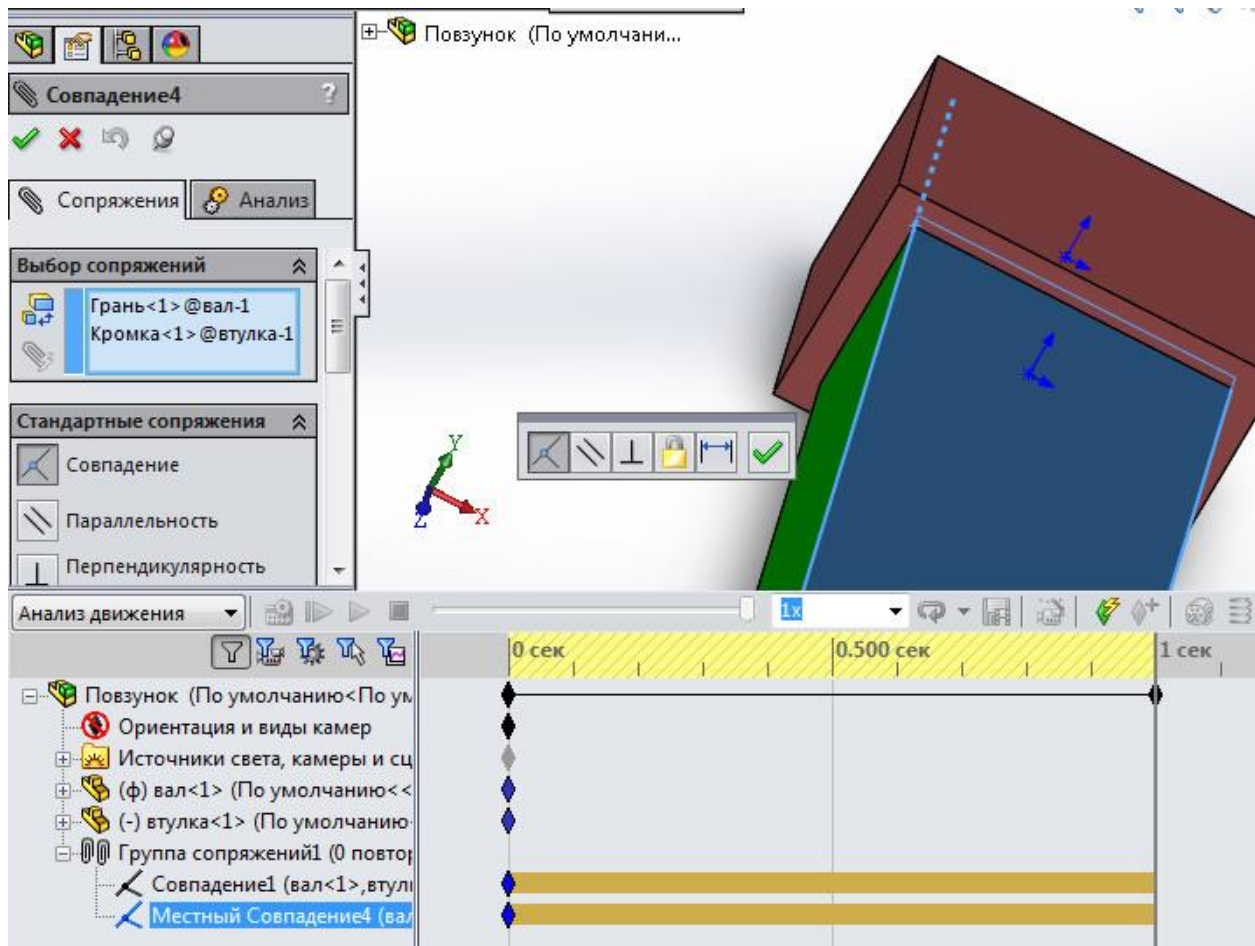

Рис.8. Редагування сопряження.
Один з варіантів уникнення утворення повторювальних обмежень і автоматичного їх видалення - використання примітивів спряжень. В даному випадку замінимо одне спряження **Совпадение** (2-х граней) спряженням **Совпадение** (лінії і грані), як це показано на рис. 8.
2.10. В панелі **Motion Manager** розкрити дерево **Група Сопряжений1**, натиснути правою кнопкою миші на одному з 2-х спряжень і вибрати **Редактировать**. У вікні **PropertyManager** в розділі **Объекты для сопряжения** замінити **Грань<2>@втулка-1** на **Кромка<1>@втулка-1** (див. рис. 8.).